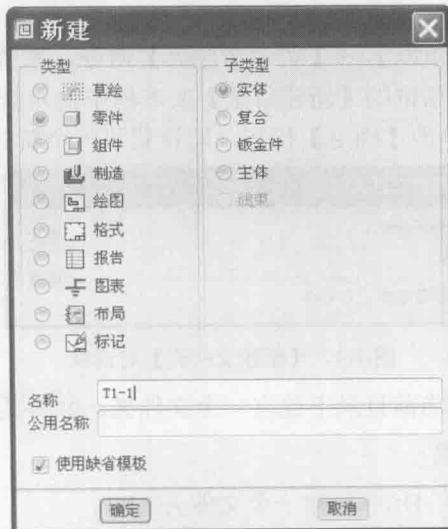

图 1-6 【新建】对话框
(1) 单击工具栏中的【新建】图标 ，或者选择主菜单中的【文件】→【新建】命令，系统弹出【新建】对话框，如图 1-6 所示。